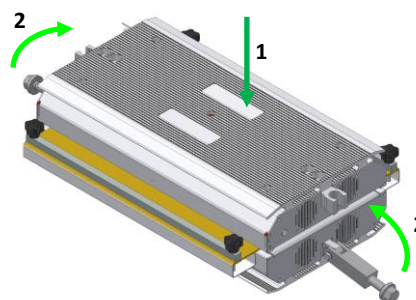

Fig. 8-6 - Chiusura Pressa
- Posizionare la piastra superiore della pressa su quella inferiore (rif. 1, Fig. 8-6);
- Inserire i perni della piastra inferiore nelle sedi della piastra superiore (rif. 2, Fig. 8-6)